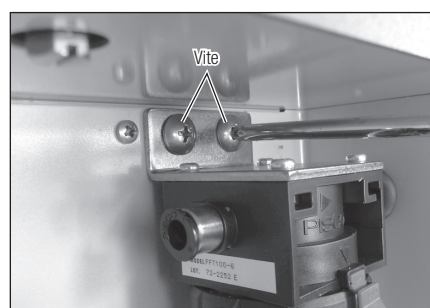

Fig. 32
- 3) Per togliere il filtro dell'aria rimuovere le due viti tramite un cacciavite a croce (Fig. 32).